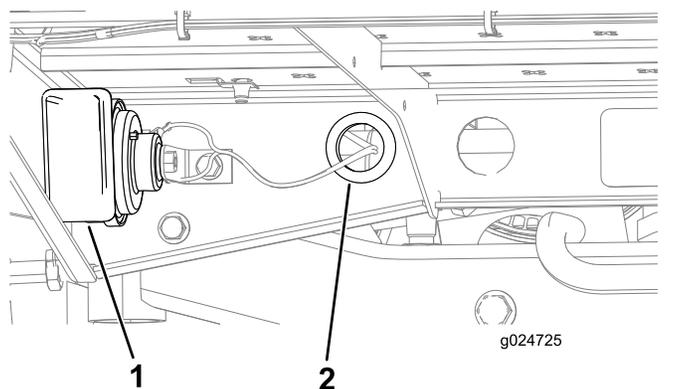

Figura 9
3. Posate il cablaggio attraverso l'anello passacavi sul foro nella piattaforma dell'angolo posteriore fino all'avvisatore acustico (Figura 9).